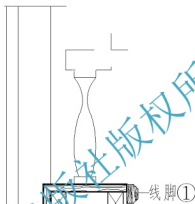

图 5.111 确定矩形的左下角点
④ 在指定第一个角点或 [倒角(C)/标高(E)/圆角(F)/厚度(T)/宽度(W)]: _from 基点: <偏移>: 提示下, 输入矩形左下角点相对于花瓶的左上角点的坐标 “@-21.5, 0”, 结果如图 5.111 所示, 这样绘出了矩形的左下角点。